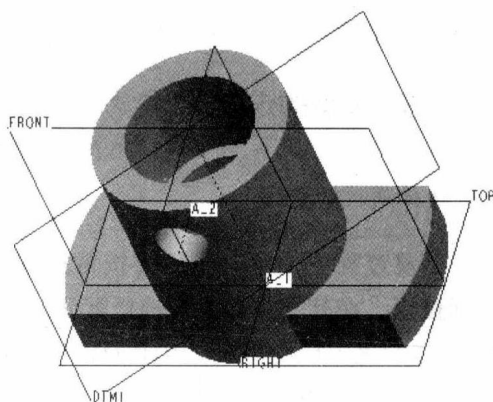
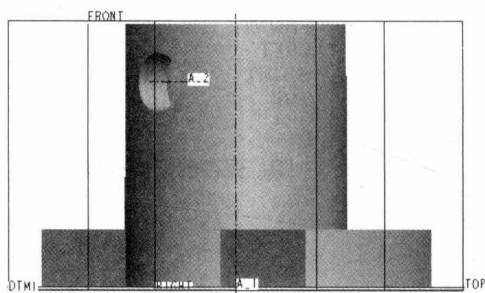

图 1-12 DTM1 基准平面为参照 1
图 1-13 “自定义”视图
(2) 选取 DTM1 基准平面为参照 1，如图 1-12 所示。
(3) 选取 TOP 基准平面为参照 2。
(4) 单击“已保存视图”按钮，在名称文本框中输入“自定义”，单击“保存”按钮。
(5) 单击“确定”按钮，模型如图 1-13 所示。同时，“自定义”视图保存在如图 1-10 所示的视图列表中。